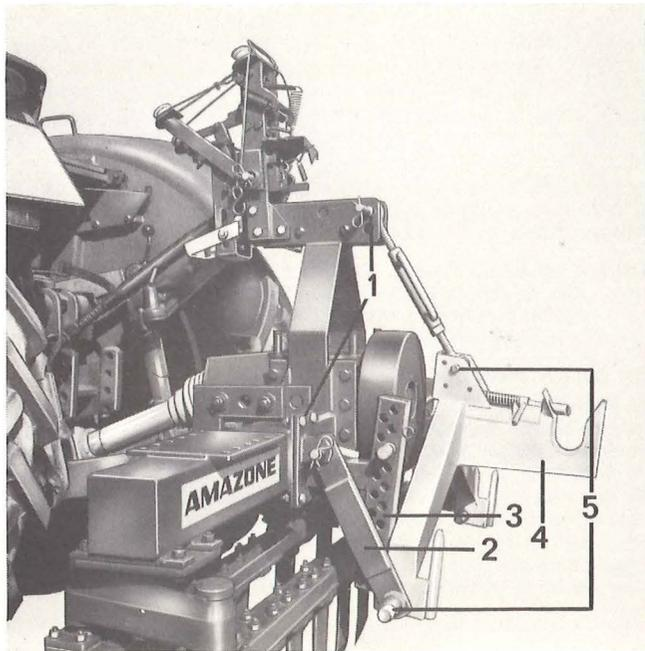

Fig. 3
- 2 – Les pièces d'accouplement pour le semoir D 4 sont fixées sur la partie arrière de la herse selon la fig. 3/1. Veillez à ce que les tirants inférieurs (fig. 3/2) soient montés à l'extérieur des plaques d'appui (fig. 3/3). L'attelage rapide livré de série avec le semoir D 4 (fig. 3/4) est maintenant monté aux trois tirants (fig. 3/5) des pièces d'accouplement.